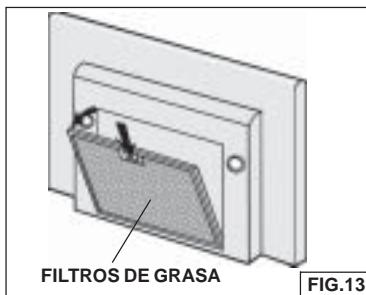

FIG.13
1. Para quitar el filtro de GRASA, agarre con fuerza la lengüeta del seguro y tire de ella. De esta forma desconectará el filtro de la campana. Incline el filtro hacia abajo y quitelo. Fig. 13